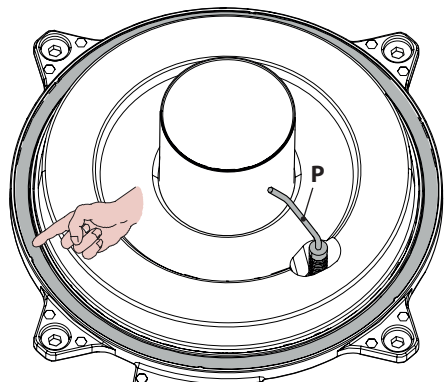

Рисунок 9.13
- Силиконовая прокладка передней стенки камеры сгорания Рисунок 9.13 должна заменяться в случае повреждения.
- Электрод розжига/контроля пламени **P**, см. Рисунок 9.13 также выполняет роль датчика соответствующего слива конденсата.